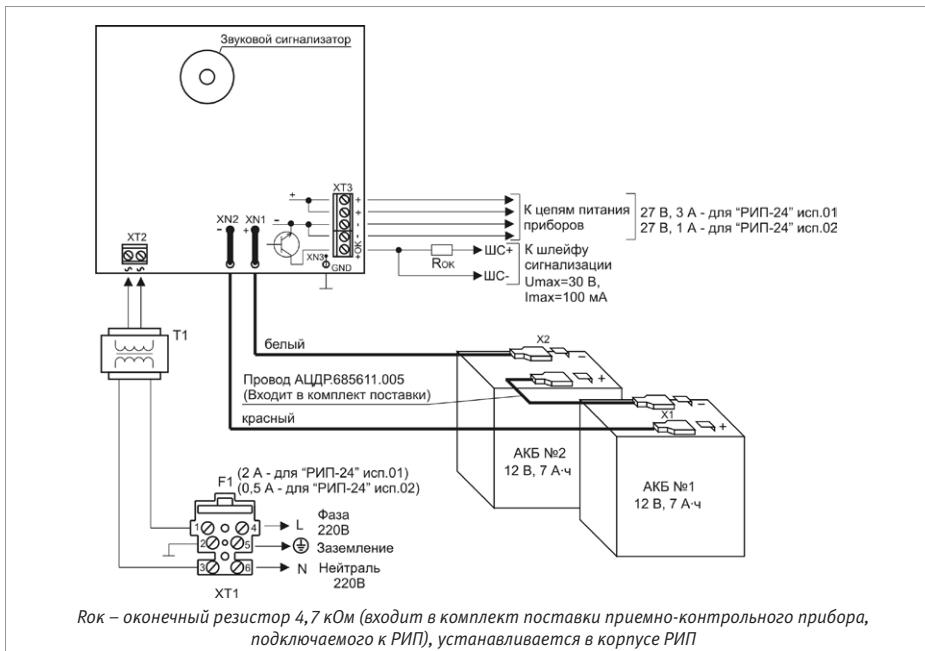

Рисунок 6. Схема подключения РИП-24 исп.01 (РИП-24-3/7М4) и РИП-24 исп.02 (РИП-24-1/7М4)
1.6. Схемы подключения приведены на рис. 6 и 7.
- 1.13. Проверьте правильность произведённого монтажа в соответствии со схемой подключения (Рис. 6 и 7).